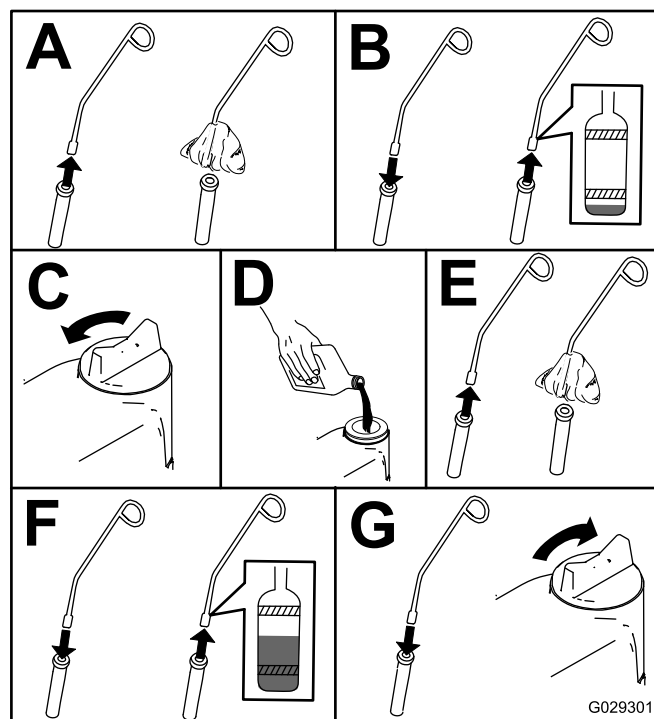

図 46
5. オイルの量を確認し、足りなければ補給する(図 46)。